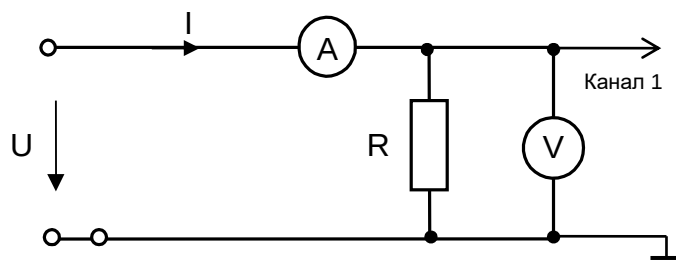

Рис. 1.11. Схема измерений резистора.
- Соберите цепь согласно схеме рис.1.11, включив в нее для начала резистор  $R = 100\text{ Ом}$ . Осциллограф пока не подсоединяйте и не включайте. Подайте на вход питание от нерегулируемого источника постоянного напряжения  $+15\text{ В}$ , и убедитесь, что напряжение равно  $15 \pm 0,5\text{ В}$ , а ток примерно равен  $150\text{ мА}$ .